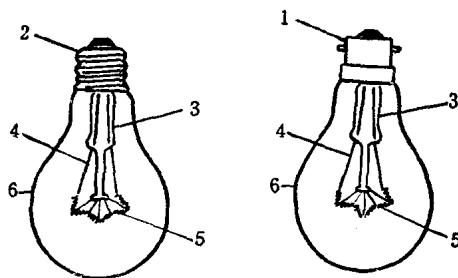

图 7-1 白炽灯泡的构造
(1) 白炽灯泡的构造：由灯头、灯丝和玻璃壳等组成，见图 7-1。灯丝用熔解温度高和不易蒸发的钨制成；大功率灯泡的玻璃壳内抽成真空后，充以惰性气体如氩、氮等，以使钨丝蒸发得较为缓慢和提高发光效率；小功率灯泡充气后因效果不显著，故只抽成真空，使灯丝保持高温发光。